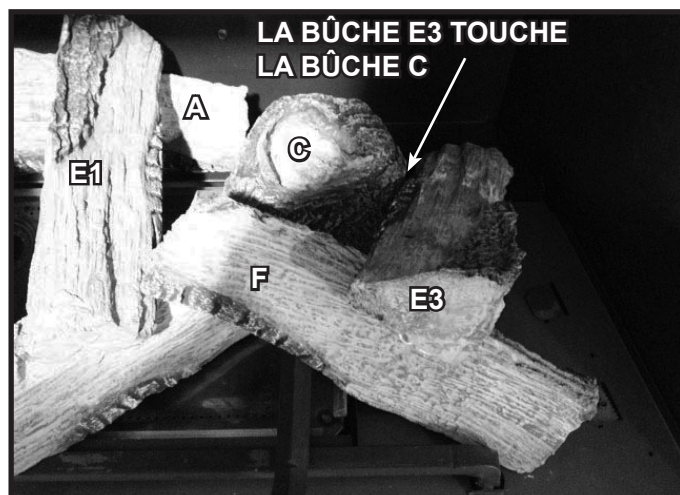
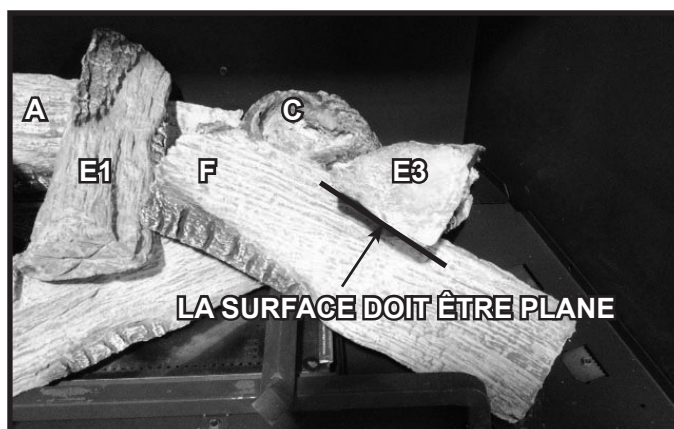

Figure 12. Bûche E3 installée
Figure 13. Bûche E3 installée
8. **(BÛCHE E3)** : Placez la bûche E3 dans l'appareil, comme il est indiqué à la figure 12. L'écorce devrait être dirigée vers l'avant de l'appareil. Le bas de la bûche devrait reposer à plat contre la surface de la bûche F, comme il est indiqué à la figure 13. Glissez la bûche E3 vers l'arrière de la boîte à feu jusqu'à ce qu'elle touche la tige de la bûche, maintenant la surface en contact, comme il est noté à la figure 13. La bûche E3 devrait toucher à la bûche C, comme il est noté à la figure 12. La figure 3 montre l'ensemble de bûches installées.